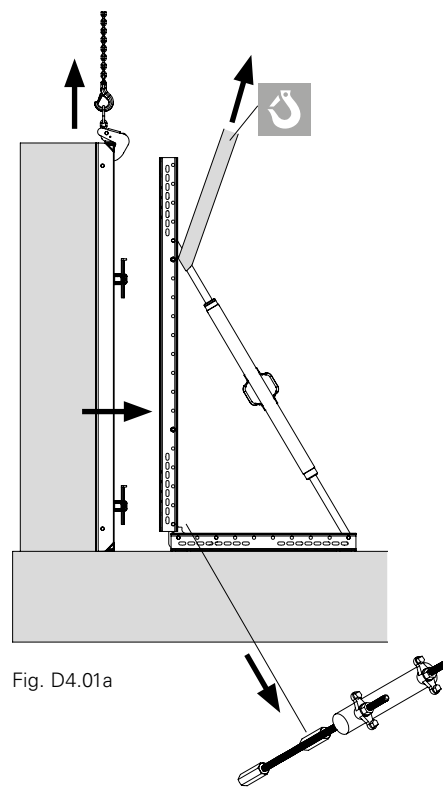

Fig. D4.01a
1. Rimuovere l'ancoraggio. (Fig. D4.01a)